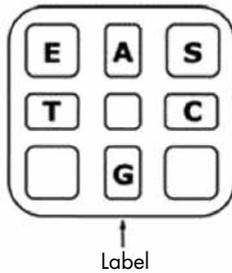

図 4. 上部から見た PyroMark Q24 Cartridge の図
5. 図 4 に従って、PyroMark Q24 Cartridge に適切な量のヌクレオチド、酵素、基質ミックスをアプライする。